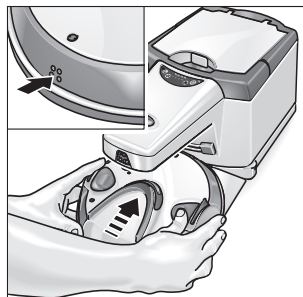

Рис. 7 Включение прибора после длительного простоя
- Приставьте робот к станции и прижмите зарядные контакты робота на 60 сек. к зарядным контактам станции (рис. 7).